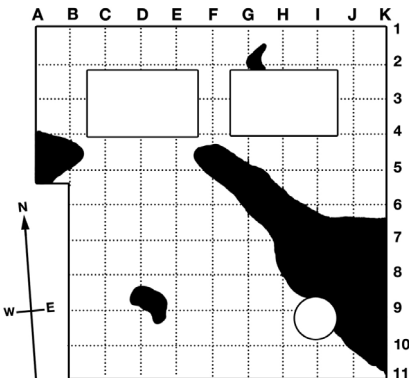

Abb. 5. Skizze des Dachrasters
2. Wählen Sie ein geeignetes Raster aus, z. B. 2 m (6 Fuß). Markieren Sie am Nord/Süd-Rand 1, 2, 3 usw. und am Ost/West-Rand A, B, C usw. Übertragen Sie diese Rastersystemmarkierungen auf Ihre Dachskizze. Siehe Abb. 5.
In Abb. 5 ist die Position A4 der erste Punkt, an dem Feuchtigkeit auftritt. Bei einer Feuchtigkeitsmessung auf einer horizontalen Fläche kann ein Aluminium-Teleskopgriff am RWS angebracht werden, um zu vermeiden, dass man sich beim Messen bücken muss. Mit fortschreitender Untersuchung entsteht ein Feuchtigkeitsprofil, das auf Bereiche hinweist, die besondere Aufmerksamkeit erfordern.